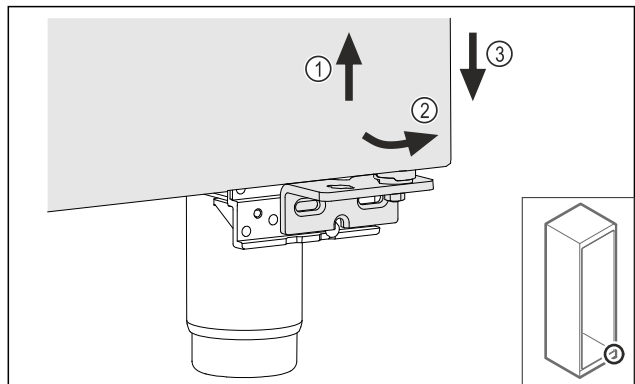

Fig. 27
- ▶ Sollevare leggermente la porta Fig. 27 (1), inclinarla in avanti sulla parte inferiore Fig. 27 (2) e abbassarla Fig. 27 (3).